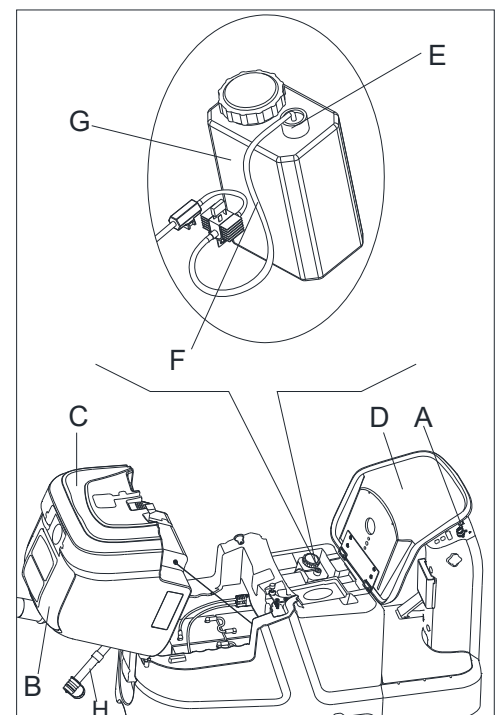

Abbildung 26
Reinigen Sie den Reinigungsmitteltank (E, Abbildung 26), wie unten dargestellt:
2. Drehen Sie den Zündschlüssel (A) auf "0".
3. Öffnen Sie die Abdeckung (B) und überprüfen, dass der Schmutzwasserbehälter (C) leer ist. Entleeren Sie ihn mit dem Ablaufschlauch (H, Abbildung 26), falls erforderlich. Schließen Sie die Abdeckung (B).
4. Heben Sie vorsichtig den Tank (C) an.
5. Schrauben Sie den Stecker (E) ab und trennen den Schlauch (F) vom Tank (G).
8. Installieren Sie den Tank (G) und verbinden Sie den Schlauch (F).